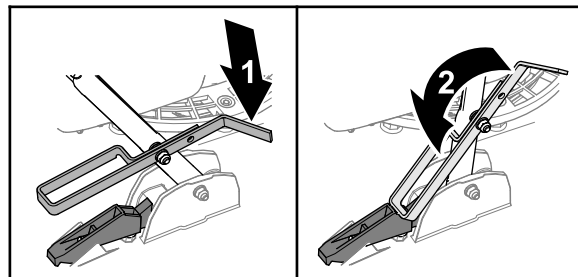

Рисунок 25
- Чтобы отпустить рукоятку, поднимите рукоятку и поверните ножной упор вперед (Рисунок 25).